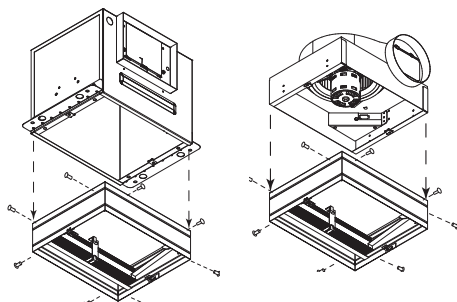

Figure 2 — Montage sur le ventilateur
1. Monter le registre de rayonnement de plafond au ventilateur. S'assurer que les pattes de fixation de grille sont vers le bas et placer la pièce d'admission du ventilateur dans le collier du registre de rayonnement de plafond. Attacher le collier du registre au caisson du ventilateur à l'aide de vis à tête autotaraudeuses n°10 x 1/2 po (13 mm) (non fournies) dans les trous prévus. Un minimum de deux (2) vis par côté est requis. Voir la Figure 2.